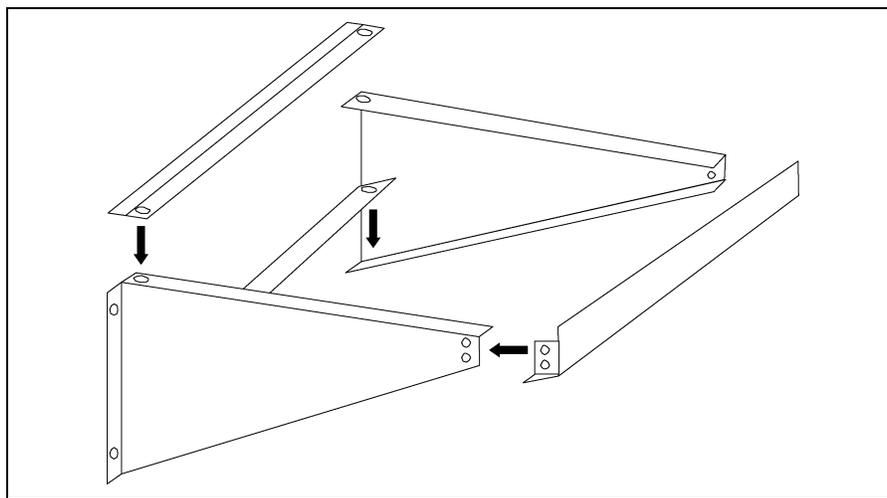

Figure 3E
6. Assemblez les supports de maintien du radiateur comme indiqué au Figure 3E à la Page 16.